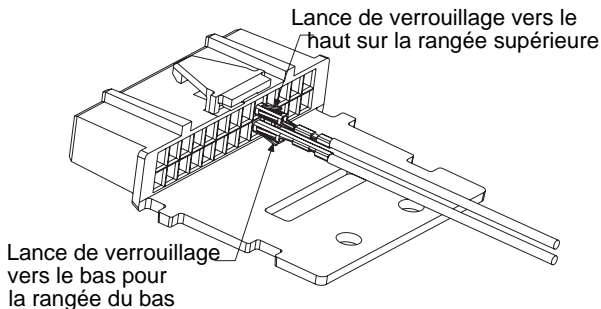

Figure 2 Orientation de la borne
7. Insérez les contacts dans les emplacements de broches No. 9 et No. 10 sur le connecteur d'accessoire comme indiqué à la Figure 2.